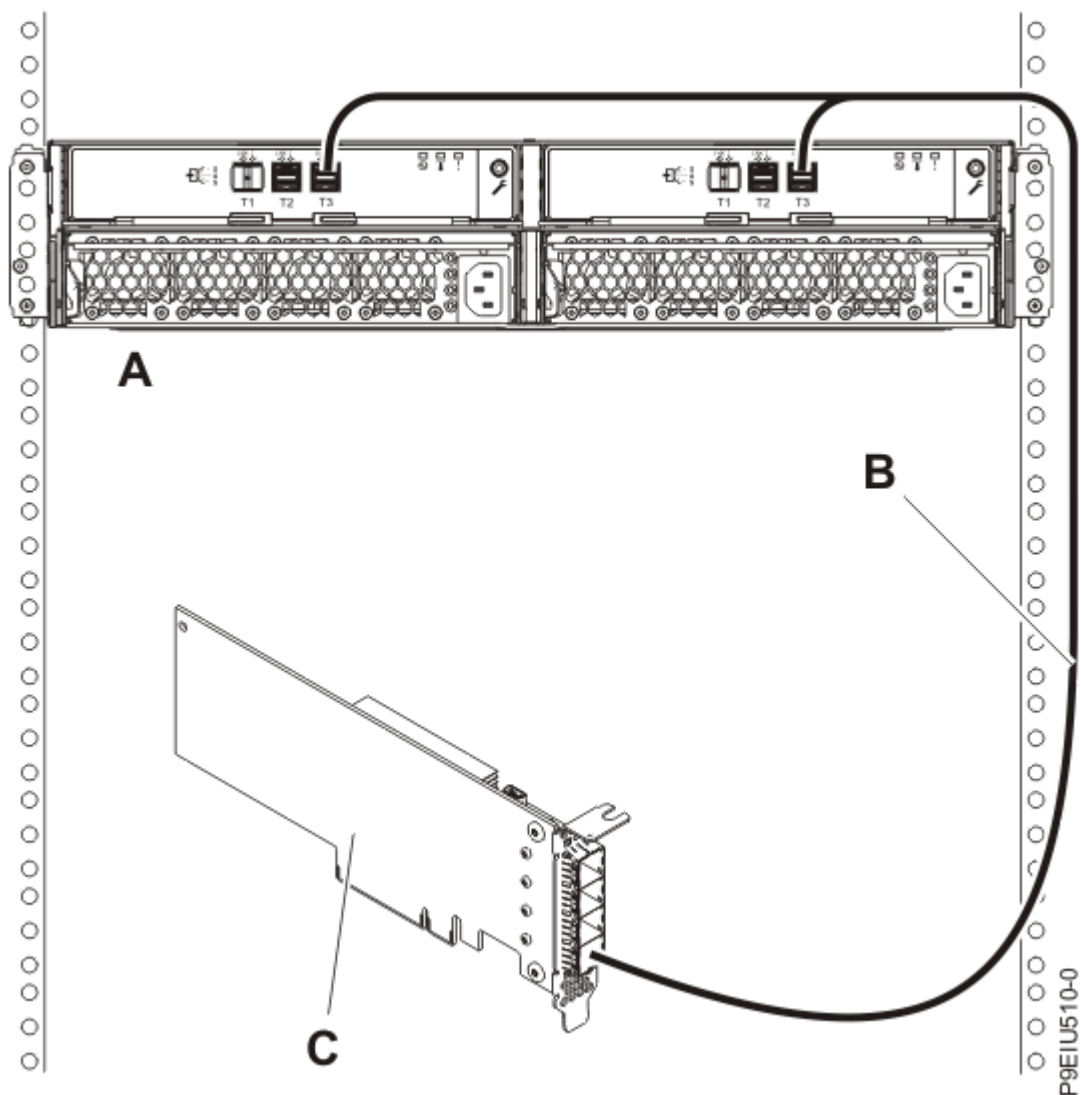

Figura 13. Conexión en la modalidad 1 de un alojamiento de almacenamiento ESLL o ESLS mediante un cable YO12 a un adaptador SAS FC EJ0J, FC EJ0K o FC EJ0M único
13. Lleve a cabo una conexión en la modalidad 1 de un alojamiento **(A)** utilizando un cable YO12 **(B)** a un solo adaptador SAS FC EJ0J, FC EJ0K o FC EJ0M **(C)**, tal como se muestra en la Figura 13 en la página 19 y luego continúe con “Conexión de los cables, cables de alimentación e instalación de cubiertas” en la página 30.